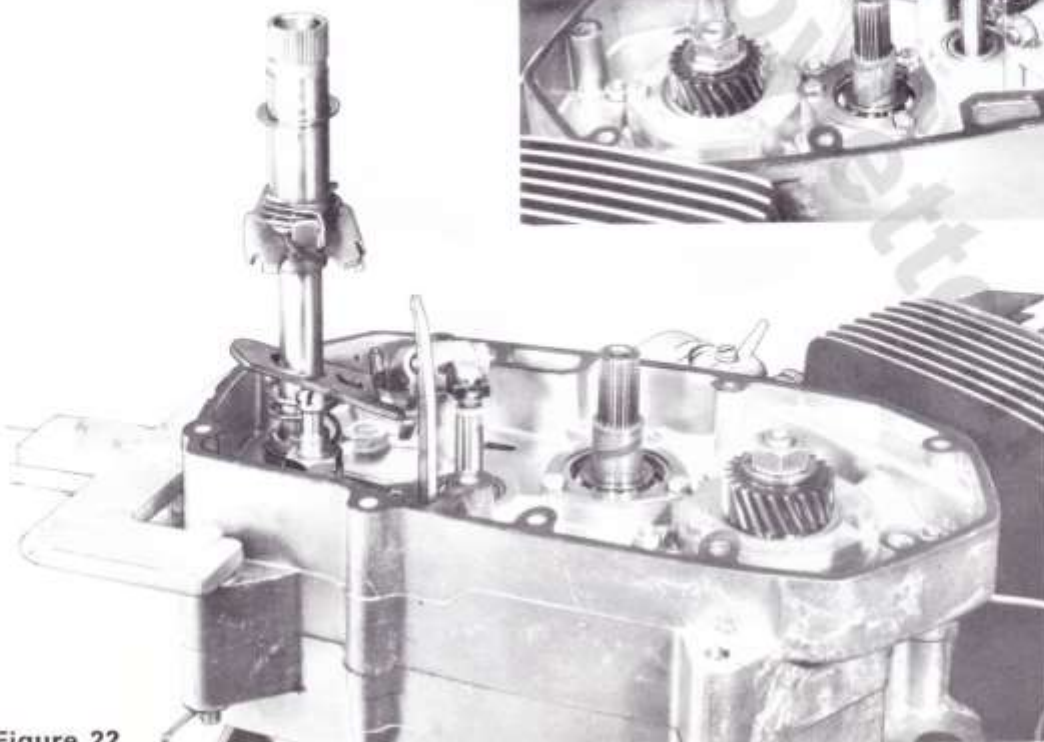

Figure 22
- Placer le ressort, puis la plaque cliquet et introduire sur l'axe de pédalier, le manchon de sélecteur équipé du ressort et du circlips (figure 22).